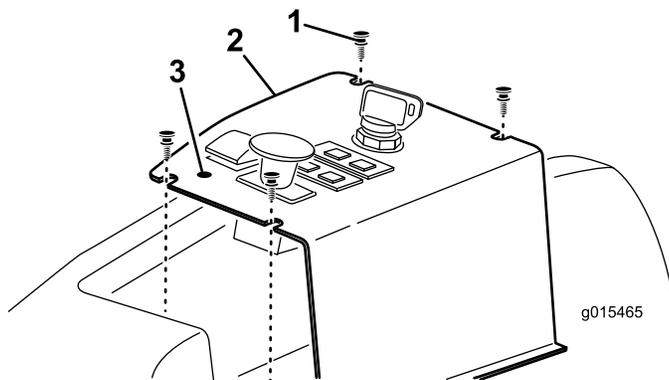

図 12
1. 昇降スイッチの前に貼り付けてあるデカルの下に昇降ロックレバーを取り付けるための穴があるので、この穴を露出させる 図 12。
2. コントロールパネルを機体に固定しているネジ4本を外す(図 12)。